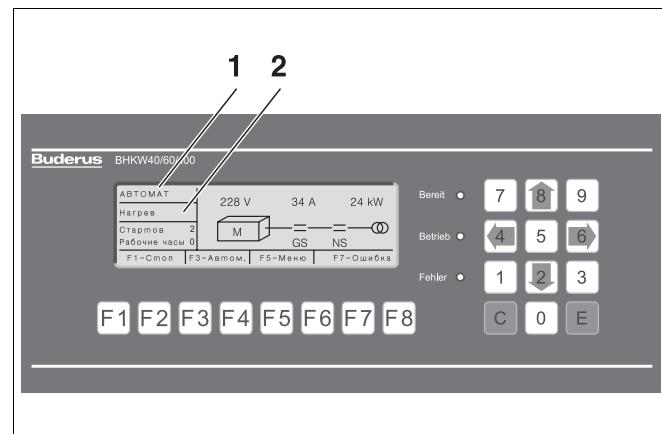

Рис. 2 Основное изображение для контроля автоматического режима работы
- Показание режима работы на дисплее: «АВТОМАТ.» (рис. 2, поз. 1).
- горит зеленый светодиод "Bereit" (готов), то это значит отсутствие внешнего запроса (индикация «ВЫКЛ.») и модуль (двигатель) не работает (рис. 2, поз. 2).
Индикация рабочего режима (рис. 2, поз. 1) меняется с «ВЫКЛ.» или «РУЧНОЙ» на «АВТОМ.».